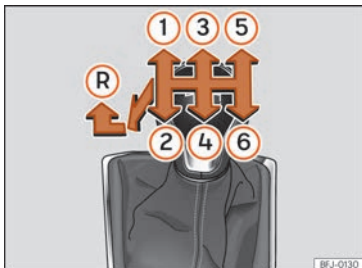

Fig. 168 Esquema de uma caixa de velocidades manual de 6 velocidades.
Na alavanca das mudanças indicam-se as posições das velocidades » **Fig. 168.**
- Com a alavanca das mudanças em ponto morto, pressione-a para baixo, mova-a para a esquerda até ao fim e depois para a frente para selecionar a marcha-a-trás » **Fig. 168 R.**